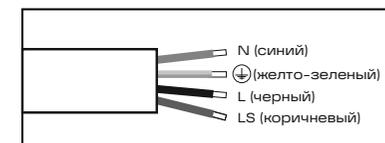

Рис. 5
- Выполните электрическое подключение осветительного прибора согласно рис. 5. При соединении основной фазы (L) и коммутируемой фазы (LS) между собой светильник работает в режиме постоянного действия. При отсутствии такого соединения светильник работает в режиме непостоянного действия.